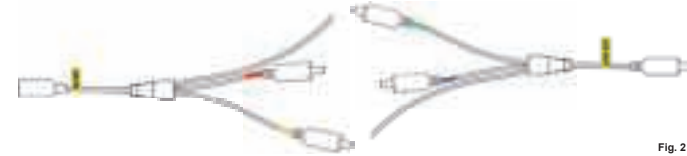

Fig. 2
- Zorg ervoor dat de sensorkabel correct achter de trap is geplaatst. De kabel heeft aan elk uiteinde drie steekkers; de connector met het label "AD IN" (zie fig. 2) wordt aangesloten op de stroomvoorziening, de connector met het opschrift "LED OUT" wordt aangesloten op de hoofdleiding/kabel (met T-connectors). Afhankelijk van waar de voeding zich bevindt (beneden of boven aan de trap), moet de sensorkabel in de juiste richting worden gelegd, zodat de aansluitingen overeenkomen met de labels.